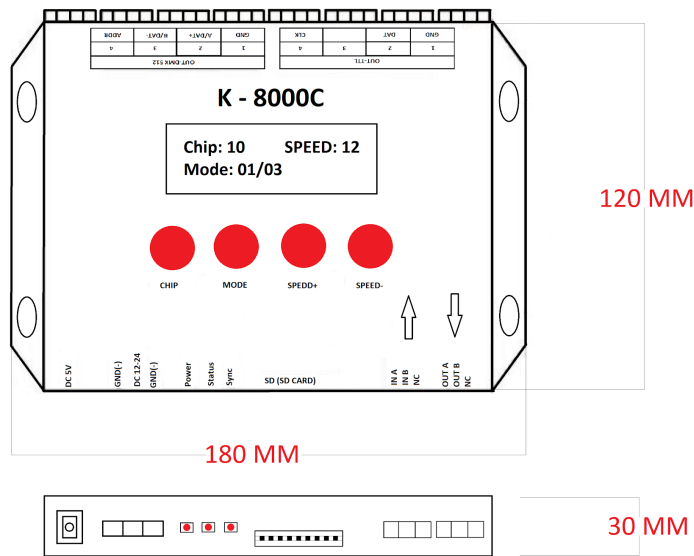

Figura 4. Dimensiones del controlador inteligente RGB 8192 con Display LCD (K-8000C)
2.- Identificar los cables de la Serie de leds que cuenta con 3 cables y conectarlos como se muestra en la figura 4 :